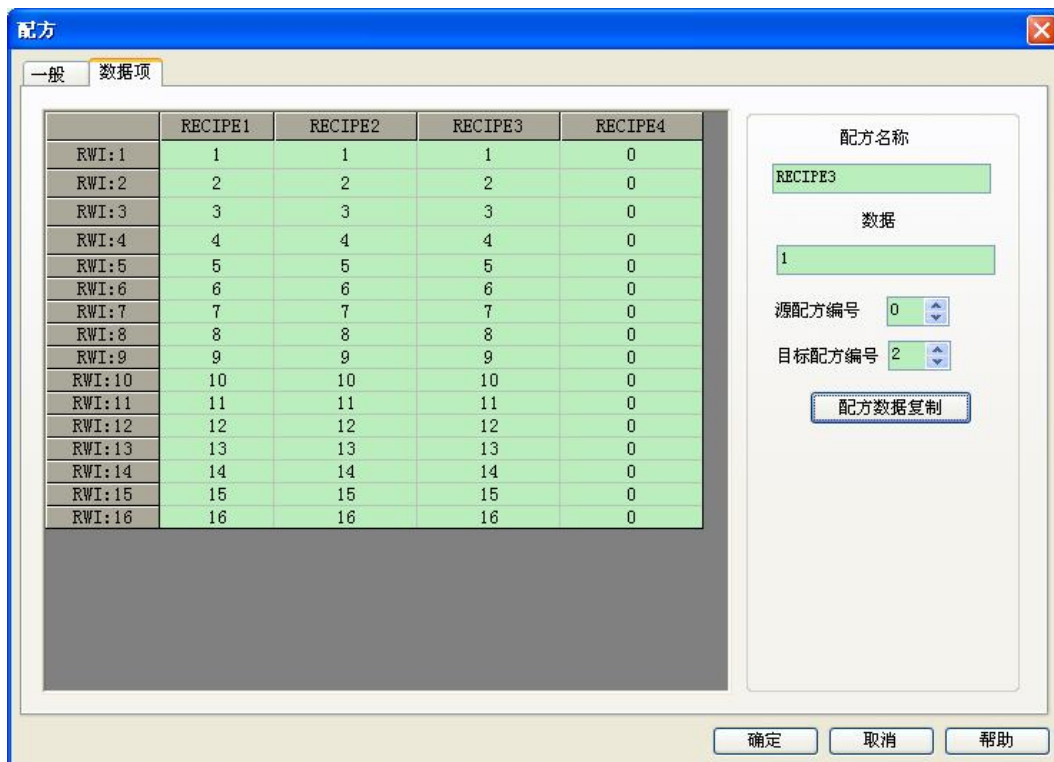

图 7-26 配方使用配方数据复制功能
1. 按照上述方法建立配方组态。效果如下图 7-26 所示：